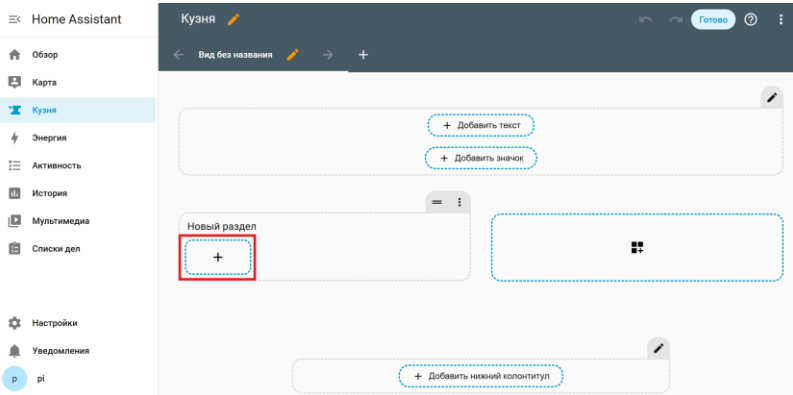

Рис. 5.5. Кнопка добавления объекта на панель
- Нажмём кнопку «плюс» внутри раздела «Новый раздел» (рис. 5.5).